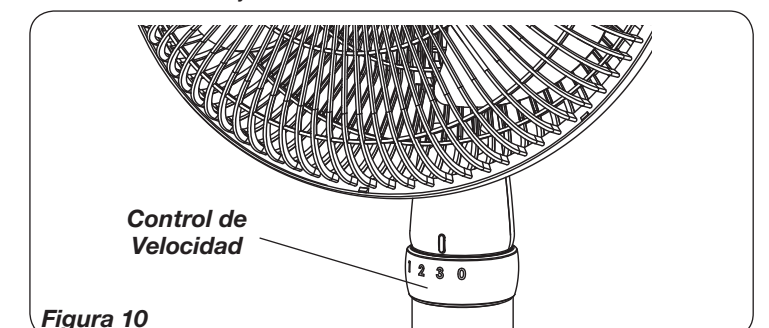

Figura 10
2. **VELOCIDAD DEL VENTILADOR:** Controle velocidad de ventilador con Perilla de Velocidad. (Figura 10)